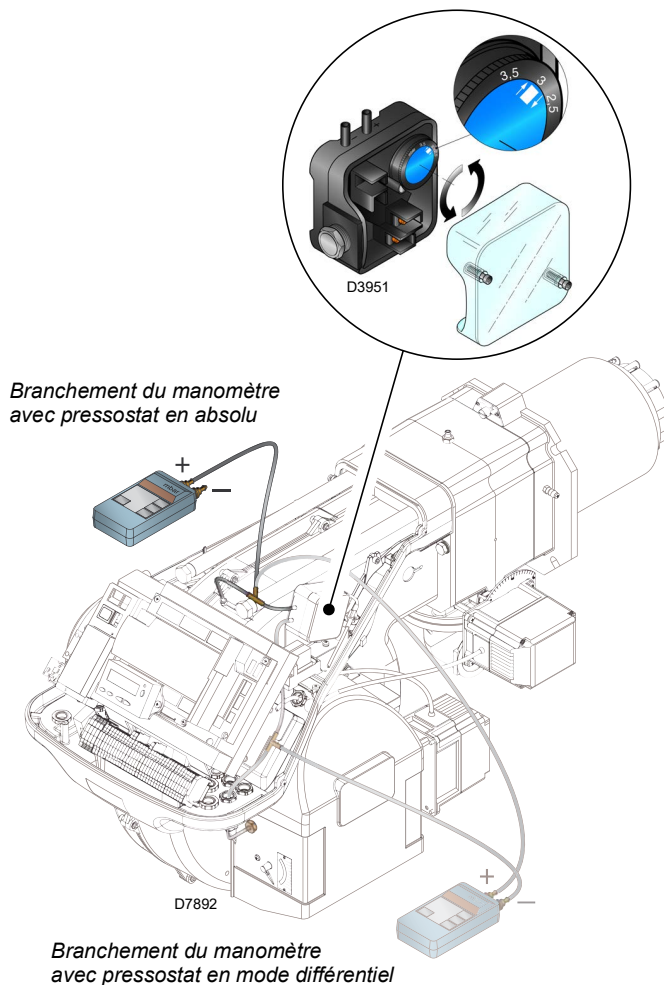

Fig. 29
- Régler le pressostat air (Fig. 29 à la page 32) en début d'échelle.
Effectuer le réglage du pressostat air (Fig. 29) après tous les autres réglages du brûleur avec le pressostat d'air réglé en début d'échelle.
Le raccordement du manomètre est illustré dans la Fig. 29. La configuration standard est celle du pressostat air raccordé en absolu. A remarquer la présence d'un raccordement en « T » non fourni.
Dans ce cas, il faut également connecter en mode différentiel le manomètre, comme indiqué sur la Fig. 29.